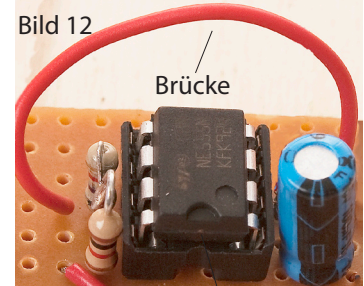

Bild 12
Die Fassungen haben eine kleine Einbuchtung an der Stirnseite. Dies dient dazu, dass der IC seitenrichtig eingesteckt wird. Die Einbuchtung muss auf der Platine genauso ausgerichtet sein wie in der Draufsicht (siehe Bild 12 bzw. Zeichnung "Sicht von oben")
13. Die Verbindung zwischen Pin 2 und 6 des Ics, gemäß Ansicht von oben mit einem ca. 40 mm langen Stück der roten Litze verbinden. Hierzu die Enden der Litze abisolieren, verzinnen und von oben durch die Platine führen. Anschlüsse unten verlöten (siehe Bild 12).